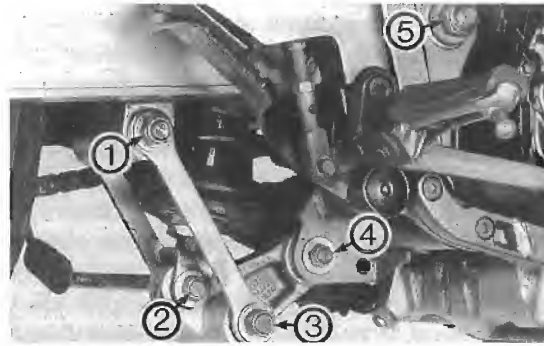

Bild 174
● Bei neuerer Ausführung (Bild 174) Schraubverbindungen ② und ③ ausdrehen, obere Federbeinbefestigung lösen und Federbein abnehmen.
● Mutter ⑤ Bild 174 ausdrehen.